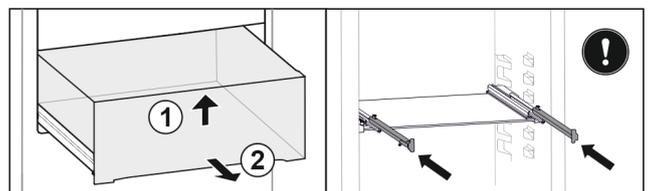

Fig. 83
- ▶ Schubfach vorne anheben. Fig. 83 (1)
- ▶ Schubfach nach vorne entnehmen. Fig. 83 (2)